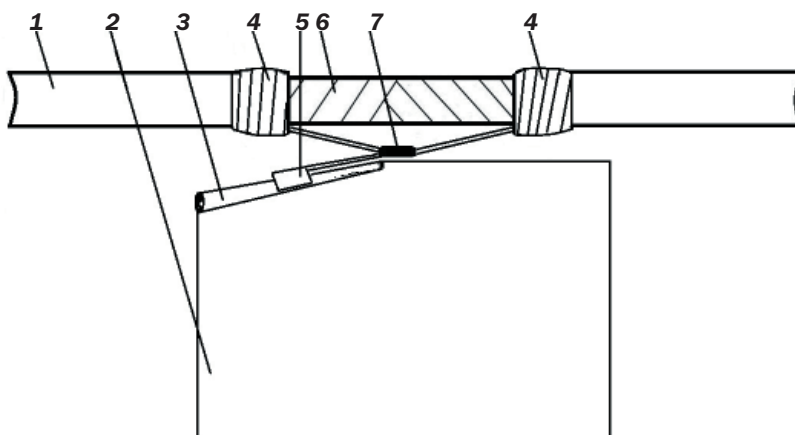

Рис. 14. Обеспечение контакта перемычки с экраном из фольги:
5.14 Лист фольги подготавливают к установке на сросток. Для этого на одном из углов листа фольгу сворачивают так, чтобы образовать участок не менее чем в три слоя. Лист фольги прикладывают к сростку для определения его положения на сростке. Фольга должна перекрывать сросток в обе стороны на одинаковые длины. При этом отмечается место установки соединителя экрана на лист фольги (см. рис. 14).